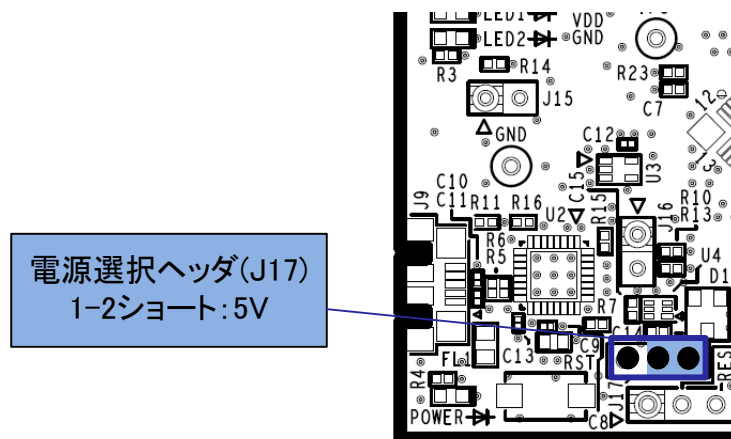

図 5-5: 5V 使用時のヘッダ設定(部品面)
- ・ J17 1-2 ショート : 5V 電源を選択。出荷時初期設定。(図 5-5)